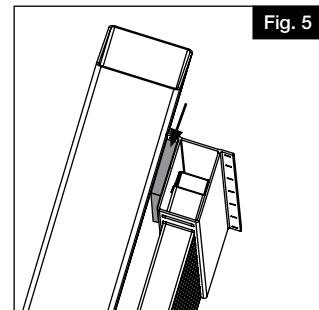

Fig. 5
**NOTE:** Pour permettre à la traverse supérieure d'affleurer le poteau à des fins de serrage, utiliser une cale d'espacement (Fig. 5).